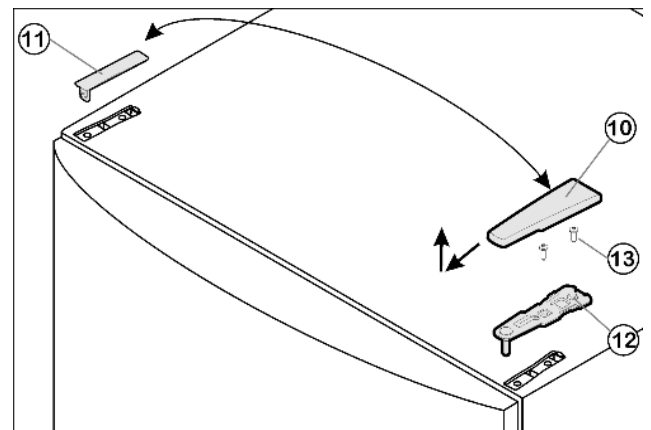

Fig. 4
- ▶ Tirer le cache Fig. 4 (10) vers l'avant et l'enlever par le haut.
- ▶ Retirer le cache Fig. 4 (11).
- ▶ Dévisser la charnière supérieure Fig. 4 (12) (2 x vis Torx 25) Fig. 4 (13) et l'enlever par le haut.
- Placer le support d'appui supérieur Fig. 4 (12) sur le nouveau côté charnière dans la porte.
- Visser le support d'appui supérieur Fig. 4 (12) avec un couple de serrage de 4 Nm (2 Torx 25) Fig. 4 (13). Pointer les trous de vissage ou utiliser une visseuse sans fil.